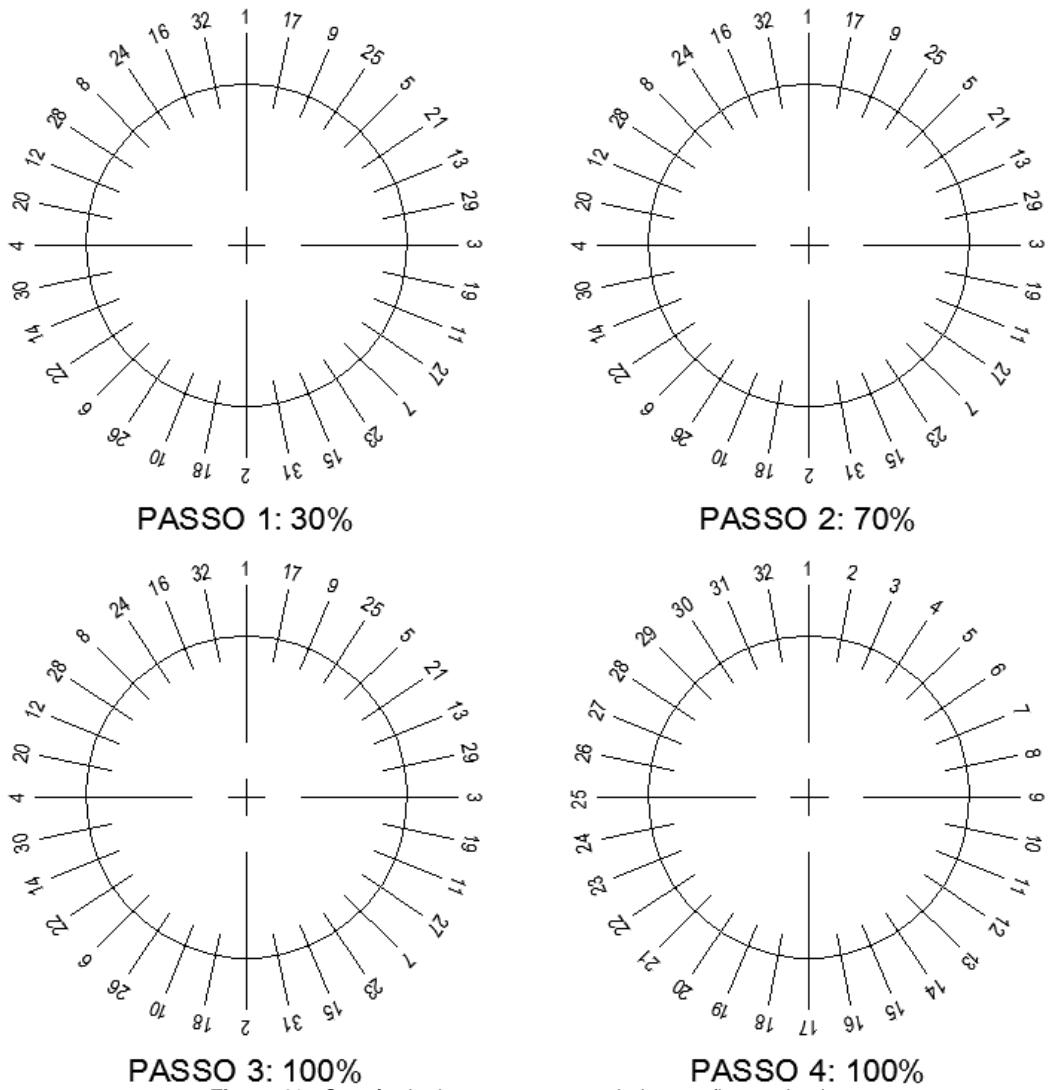
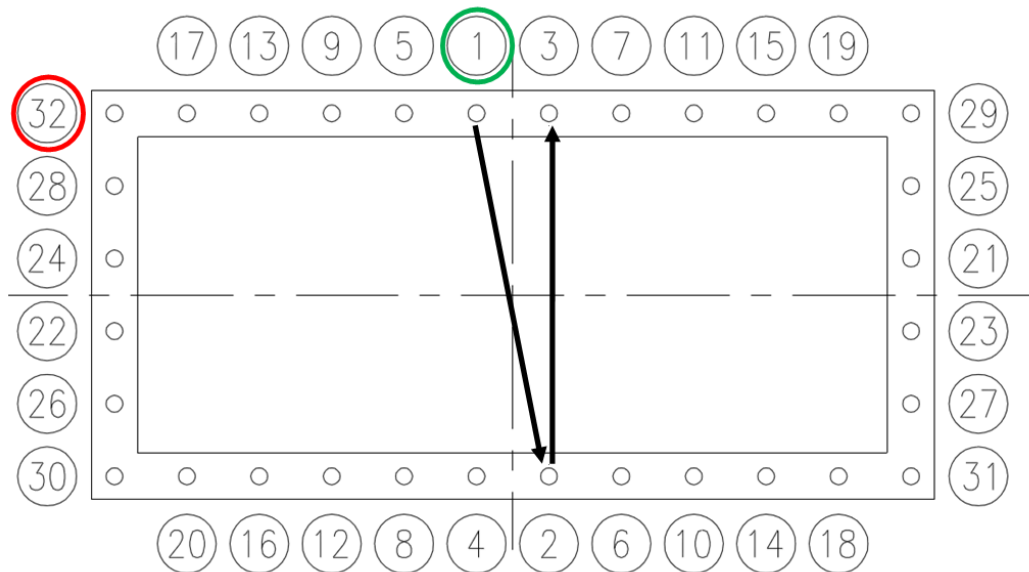

Figura 12 - Sequência de aperto recomendado para flange circular
Figura 13 - Sequência de aperto recomendado para flange quadrado ou retangular
- * Para sequência de aperto observar **Figura 12** e **Figura 13**.
Realizar a sequência de a **Figura 12 e 13**.